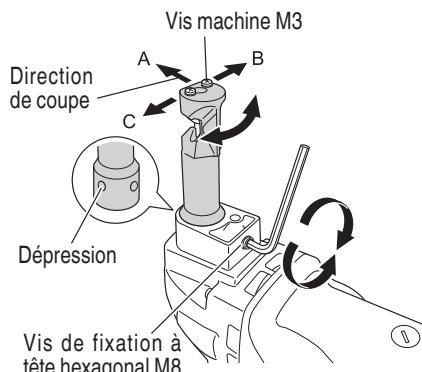

Fig. 8
- (1) La direction de coupe de cette machine peut être tournée par incrément de 90° dans 3 directions (A, B et C) (voir Fig. 8) en desserrant la vis de fixation à tête hexagonale M8 du support du moule. Régler la direction de coupe dans la direction B ou C pour couper des plaques trapézoïdales. Après cela, resserrer fermement les vis de fixation à tête hexagonale M8.
- (1) Remplacement de la perforatrice
- (a) Desserrer la vis de fixation à tête hexagonale M8 du support de moule (voir Fig. 8) et enlever le support de moule.